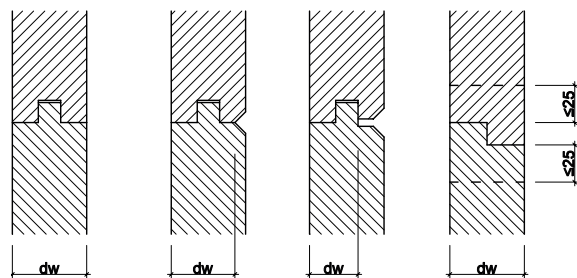

Abb. 8: Mindestbekleidungsdicke d des Wandaufbaus
- Bei profilierten Bekleidungen ist eine Mindestdicke des freien Querschnitts ausschlaggebend. Der Abstand der Befestiger ist maximal 25 mm vom Querschnittsstoß zu planen (Abb. 8).